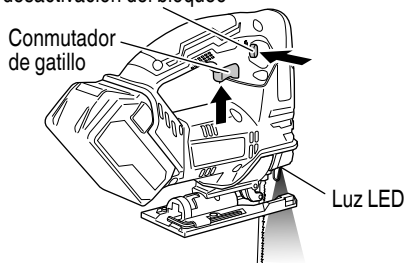

Fig. 19
- Cómo usar la luz LED (Fig. 19)